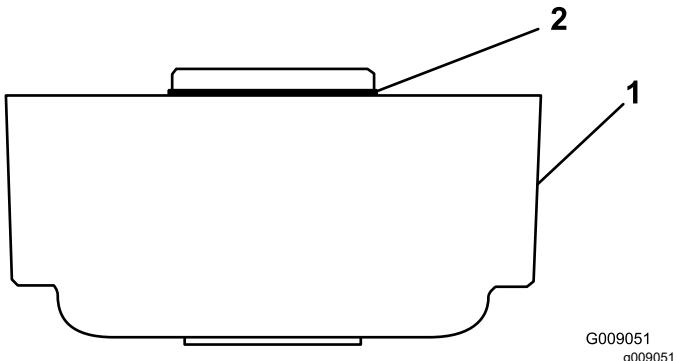

Figura 5
- Esclusivamente sul kit spazzola per rulli modello 03668 installate l'o-ring giallo sull'alloggiamento della spazzola per rulli (Figura 5).